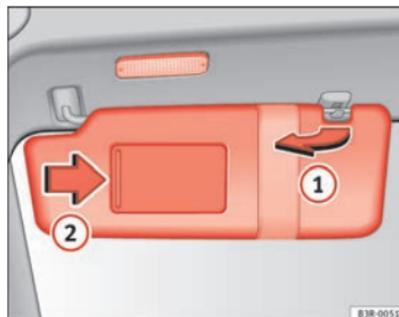

Fig. 98 Parasol
Los parasoles ❶ para el conductor y el acompañante pueden extraerse de sus fijaciones centrales y girarse hacia las puertas ⇒ página 130, fig. 98.